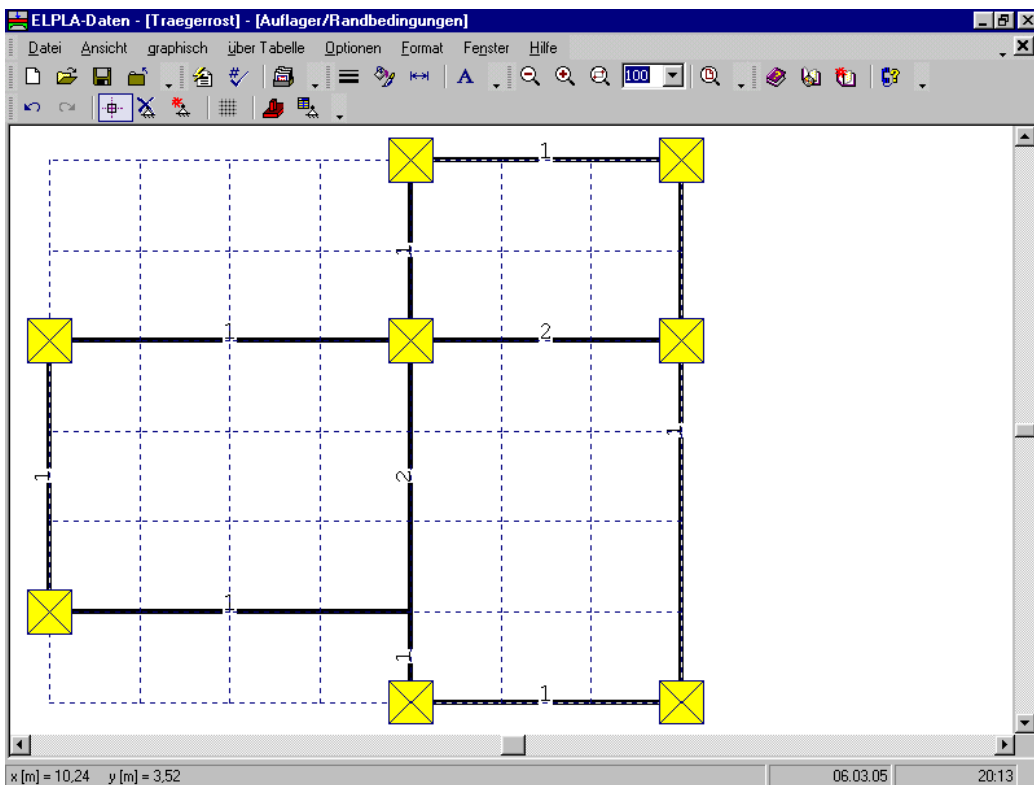

Bild 4-23 Auflager auf dem Bildschirm (kleine Rechtecke mit Kreuz)
Nach der Definition der Auflager sollte der Bildschirm wie das folgende Bild 4-23 aussehen.
- Wählen Sie "Auflager/ Randbedingungen speichern" aus dem "Datei"-Menü im Bild 4-23, um die Daten der Auflager zu speichern